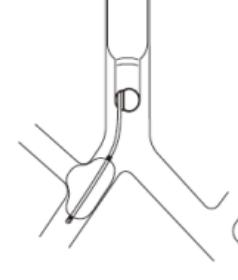

Fig.9
3. For høyre torakotomi, plasser du og blåser opp blokkeringsmansjetten slik at den lett hernieres i øvre flik av bronkien. Dette vil bidra til å fiksere blokkeringsmansjetten på plass og blokkere den høyre hovedstammens bronkie sikkert (Fig. 9).